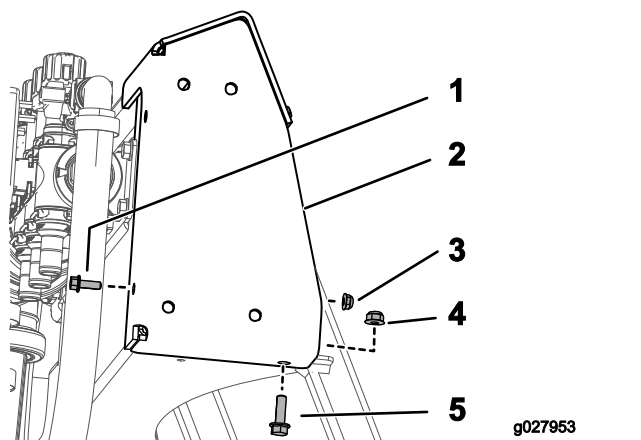

图 9
- 如 图 9 中所示使用 1 个螺栓 ¼ 英寸 - 20 x ¾ 英寸、1 个螺母 ¼ 英寸 - 20 英寸、1 个锁紧螺栓 5/16 英寸 - 18 x 1 英寸和 1 个凸缘螺母 5/16 英寸 - 18 英寸安装上支架。